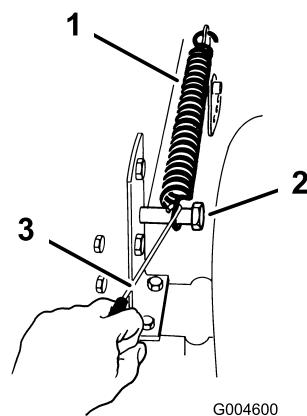

Figura 8
- Retire el muelle de elevación que se encuentra entre el soporte de elevación del lado derecho del cortacésped y el perno de retención (Figura 8).